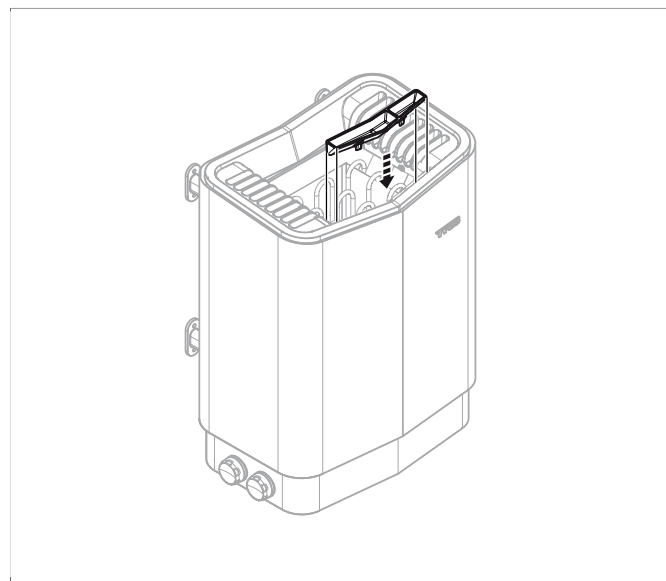

Рисунок 15: Установка контейнера для ароматизатора/увлажнителя
16. Установите сито для трав/увлажнитель (см. **Рисунок 15**, страница 5).